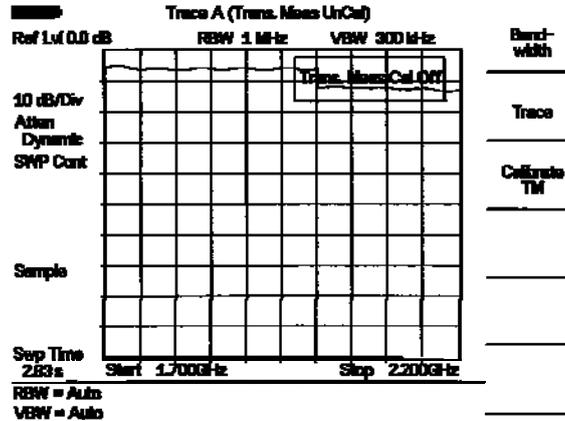

图 7-2.
- 步骤 3. 跟随屏幕上的提示符，在 **RF Out** 端口与 **RF In** 端口之间连接一个相位稳定电缆。如果测量需要一个衰减器的话，则直接把它连接到 **RF Out** 端口上，并把电缆连接到衰减器的出口上。在校准之前所显示的迹线应该和图7-2 所显示那条相似。